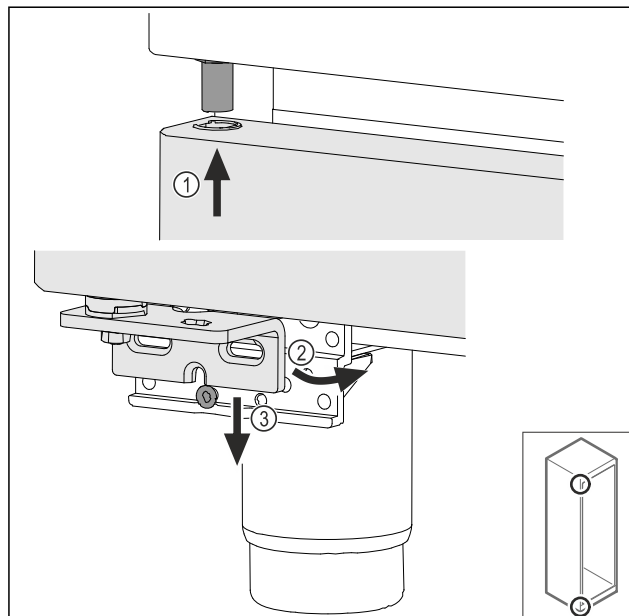

Fig. 49
- ▶ Așezați pe traseu ușa ușor basculată sus Fig. 49 (1), aliniați dreaptă ușa Fig. 49 (2) și așezați jos pe șurubul suportului de lagăr Fig. 49 (3).